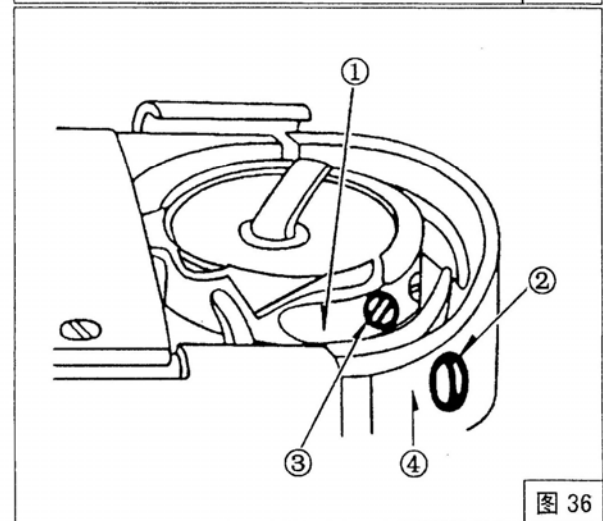

图 36
旋梭张力几乎无调节的必要,如需调节,则应根据缝料的情况来调节。具体方法(如图 36):用手转动主动轮,使挑线杆达到最高位置,取下推板能看见橡皮螺钉③,用螺丝刀深进孔②,如顺时针转动螺钉③则底线张力增加,反之,则减小。